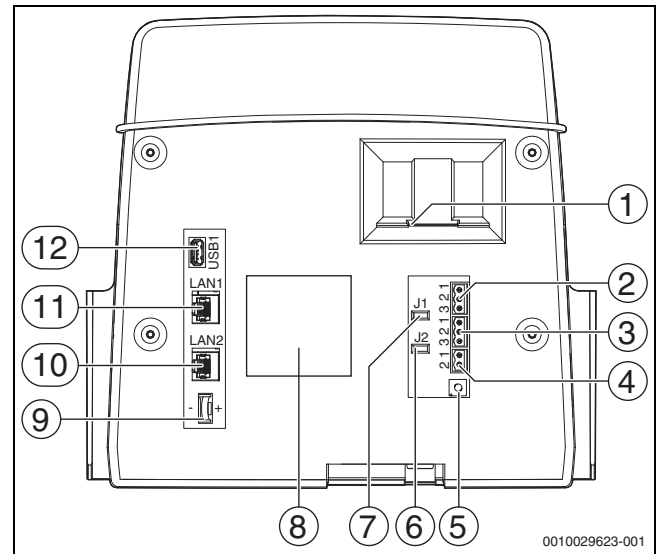

Bild 4 Anschlüsse Bedieneinheit
- Auf der Rückseite der Bedieneinheit an den Anschlussklemmen EMS (→ Bild 4, [4], Seite 11) mit
Für Wärmeerzeuger (z. B. BHKW), die über den Modbus-RTU angeschlossen werden (→ Bild 4, [3], Seite 11):
- ▶ BHKW am Anschluss Modbus-RTU (→ Bild 4, [3], Seite 11) anschließen.
Der Abschlusswiderstand (J2) (→ Bild 4, [6], Seite 11) ist im Auslieferungszustand geschlossen (gesteckt = aktiviert).